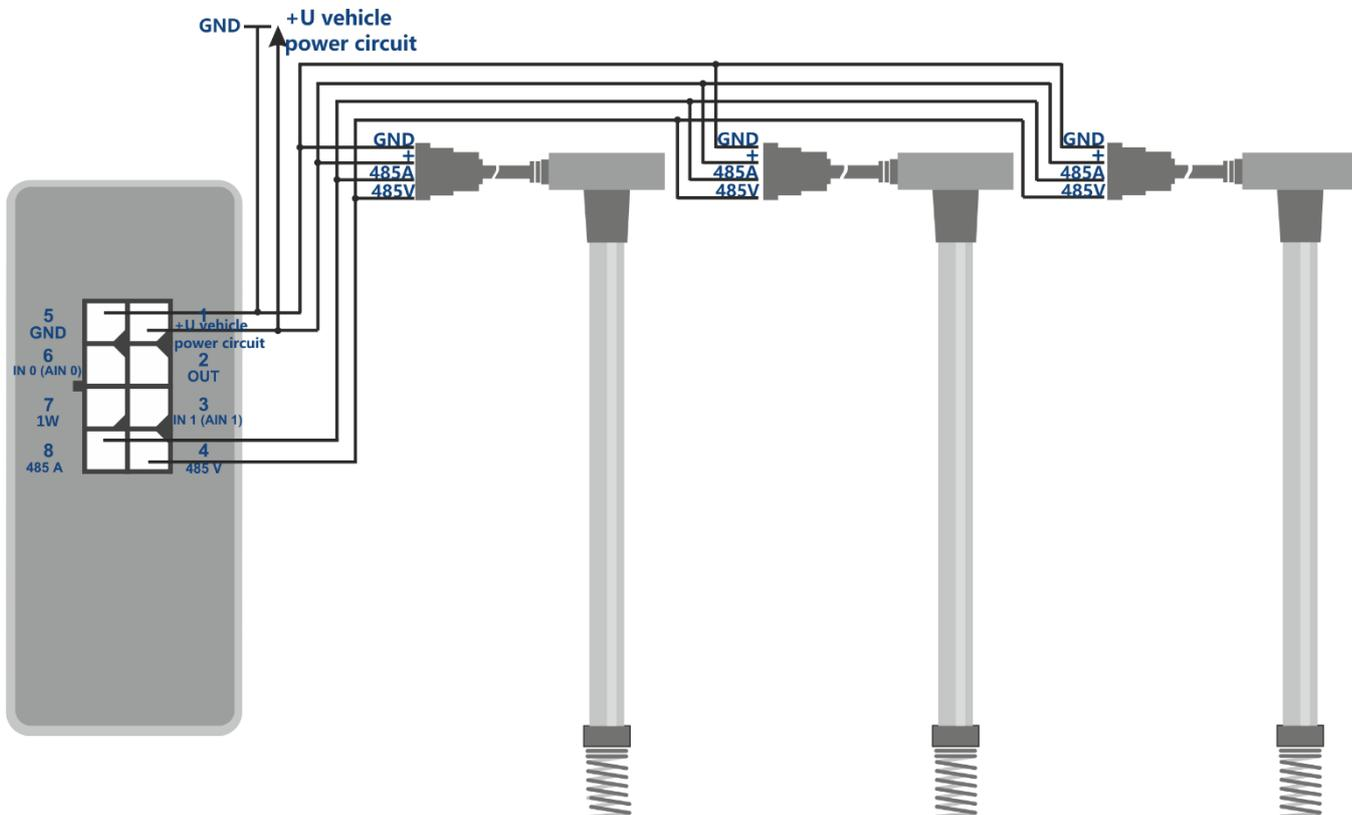

Figura 10 - Esquema de conexión de sensores de nivel de combustible
- Conecte las líneas A y B a los pines 8 y 4 del conector del rastreador. El esquema de conexión se muestra en la figura 10.